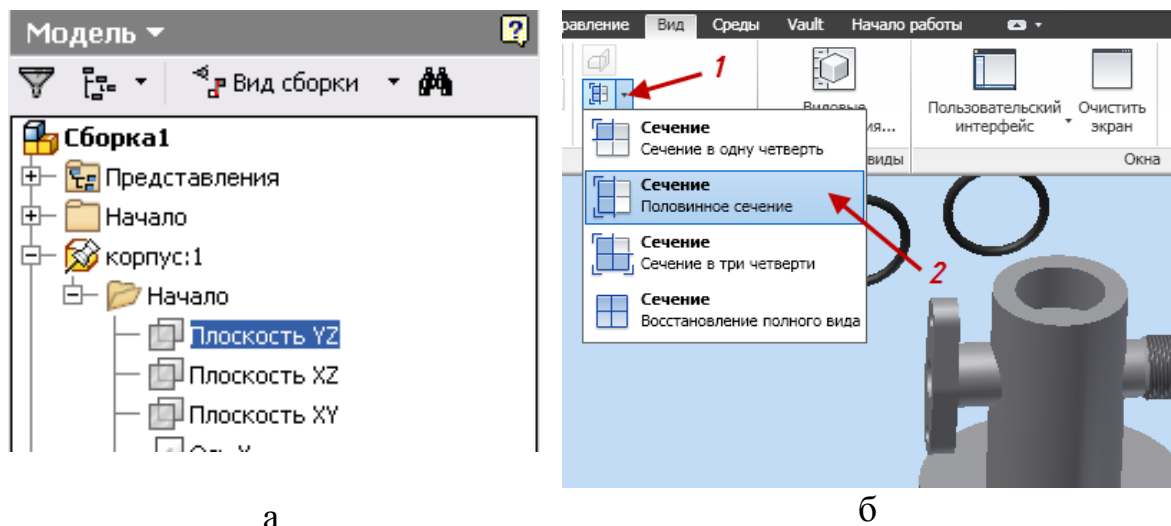

Рис. 3.64. Установка видимости внутреннего контура
- Откройте в браузере **Модель** → **Корпус** → **Начало** → Выберите плоскость проходящую через осевую линию корпуса (плоскость **YZ**), см. рис. 3.64, а.
- Выберите вкладку Вид →  (щелкнув по стрелке – ▼) → выберите **Сечение** → **Половинное сечение** (рис. 3.64, б).